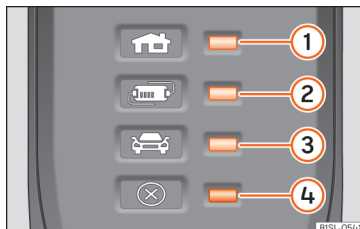

Abb. 234 Am Ladekabel für Netzsteckdosen: Kontrollleuchte in der Schutzeinrichtung.
» **Abb. 234:**
Durch die elektronische Schutzeinrichtung » **Abb. 234** ist der Ladestecker so lange stromlos, bis er in die Ladedose des Fahrzeugs gesteckt wurde.
» **Abb. 234** ①, ② oder ③ leuchten grün.
Anzeige » Abb. 234	Bedeutung
Wenn die Warnleuchte ④ rot blinkt oder leuchtet, ohne dass eine der Kontrollleuchten »» Abb. 234 ①, ② oder ③ der Betriebsanzeige dauerhaft leuchtet, liegt eine Störung vor.
Anzeige »» Abb. 234	Bedeutung